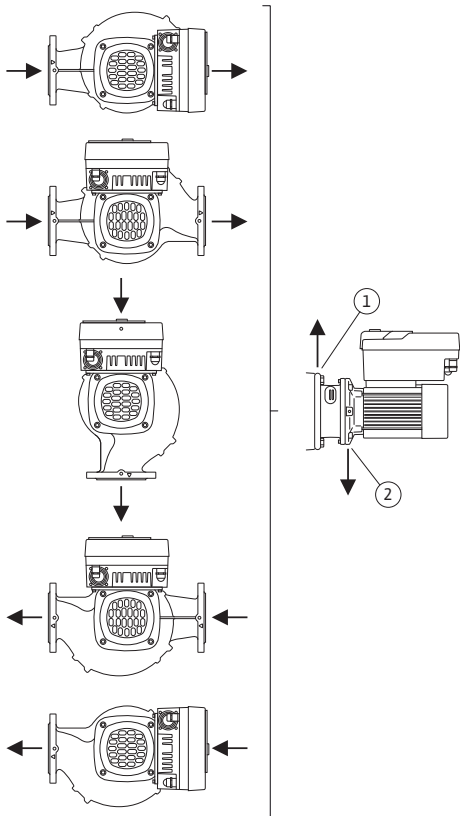

Fig. 19: Posiciones de instalación admisibles con eje horizontal
- Con el eje del motor en horizontal, el orificio de condensado debe estar hacia abajo (Fig. 19, Pos. 2). Si no es así, gire el motor.